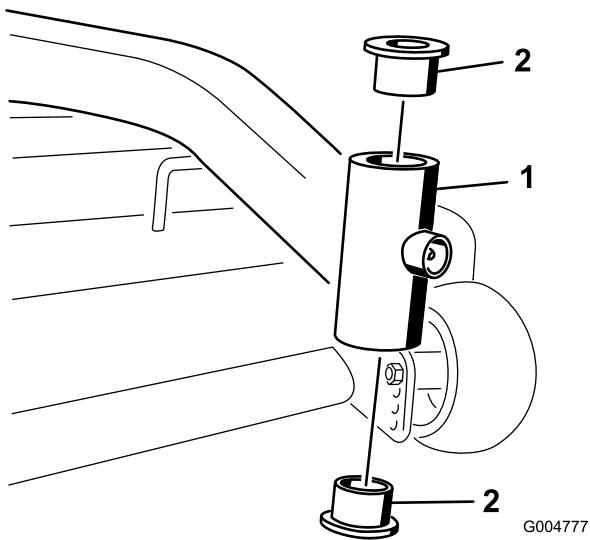

Bild 38
4. Stecken Sie einen Stift in das Befestigungsrohr und treiben die Büchsen vorsichtig heraus (Bild 38).